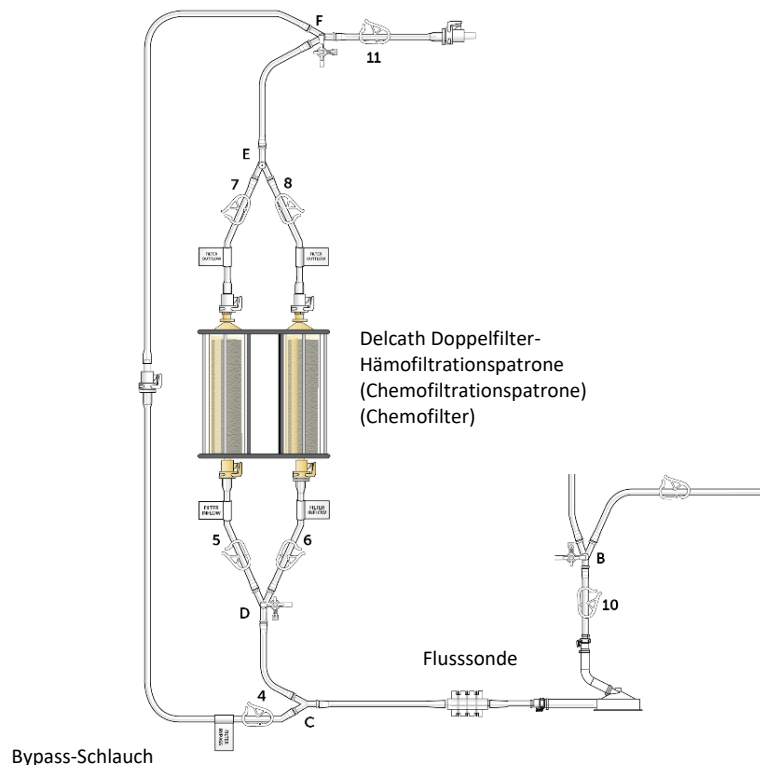

Abbildung 16
- (a) Schliessen Sie Klemme 4 und öffnen Sie die Filterzuflussklemmen (5, 6), dann die Filterabflussklemmen (7, 8) und die Kreislaufabflussklemme (11) (siehe Abbildung 16). Stellen Sie den Fluss der heparinisierten normalen Kochsalzlösung in die Filter auf eine Rate von ca. 0,5 Liter pro Minute ein. Hinweis: Arterienklemmen sind zum Einstellen der Flussrate erforderlich, falls Schwerkraft genutzt wird.